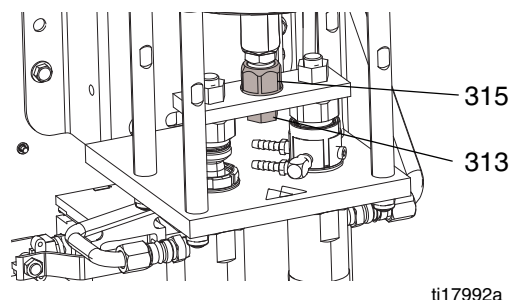

FIG. 1
7. Utilisez une clé pour maintenir la tige de piston en place et retirez l'adaptateur (315) avec une autre clé. Voir FIG. 1.
1. Appliquez une colle à filetage bleu moyenne sur l'adaptateur (315). Utilisez une clé pour maintenir la tige de piston en place et installez l'adaptateur (315) avec une autre clé. Serrez à 32-38 pi-lb (43-51 N•m). Voir FIG. 1.